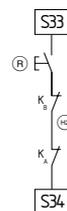

Fig. 8
**Pulsante On esterno (con rilevamento fronte) (vedere Fig. 8)**